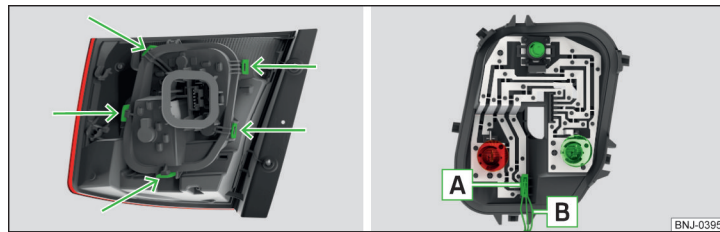

Fig. 292 Parte exterior de las luces/ Soporte con bombillas
- Desbloquee el portalámparas en las áreas señaladas con las flechas » fig. 292 y extraerla de la lámpara.
- Antes de colocar el portalámparas verificar en la lámpara, si el conector **A** » fig. 292 está colocado correctamente entre la lámpara y el portalámparas.